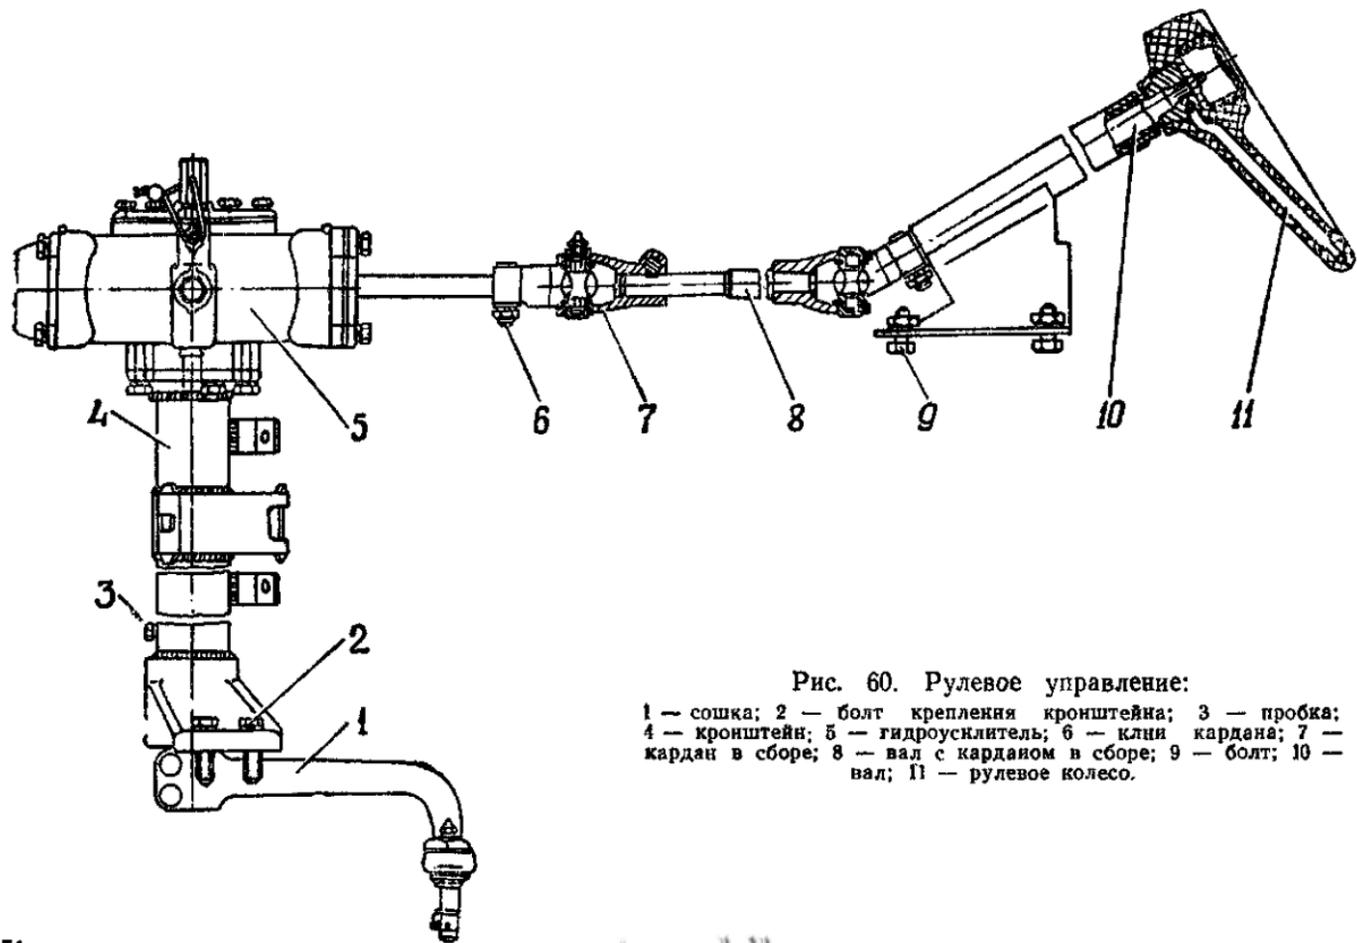
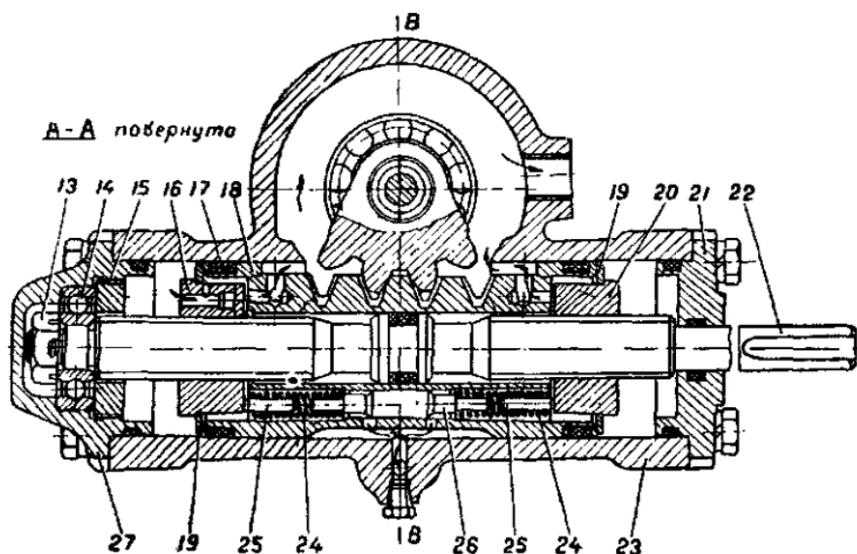

Рис. 60. Рулевое управление:
Рис. 61. Гидроусилитель рулевого управления:
Рулевое управление (рис. 60) состоит из рулевой колонки карданного соединения, гидроусилителя руля и сошки. При вращении рулевого колеса крутящий мо-
Гидроусилитель 5 (рис. 60) расположен под капотом в передней части трактора и состоит из корпуса 3 (рис. 61), вала сошки 1, передней 27 и задней 21 крышек.
При разборке узла поршня утопите штифт 11 (рис. 61) в задней гайке, как показано на рисунке 63; отверните гайку 20 (рис. 61) и снимите ее вместе с пружинной шайбой 19; вытолкните винт 22 гидроусили-
Перед регулировкой предохранительного клапана подсоедините к нагнетательной магистрали манометр (выверните пробку 10, рис. 61), а между сошкой и передним брусом с одной из сторон установите упор.
1. Отверните гайку-колпачок 6 (рис. 61), затем, удерживая регулировочный винт 4 от проворота, отверните контргайку.
В рулевом управлении смазывайте втулки (рис. 60) крестовин карданов, а также через заливное отверстие, закрытое пробкой 3, нижний сферический подшипник.